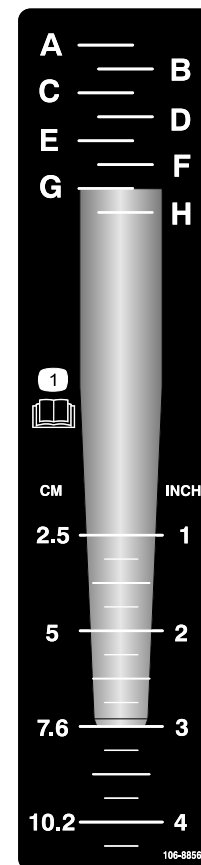

Figura 23
1. Posate la fustella desiderata sull'adesivo di profondità allineando la punta della fustella con la profondità di arieggiatura desiderata, come illustrato nella Figura 23.
2. Determinate l'impostazione indicata dalla lettera allineata con l'estremità di montaggio della fustella (Figura 23). Regolate il comando